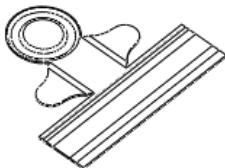
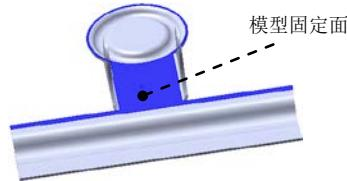

图 8.23 展开 1
图 8.24 模型固定面
Step8. 创建图 8.23 所示的钣金特征——展开 1。
- (1) 选择命令。选择下拉菜单 **插入(I)** → **钣金(B)** → **展开(U)...** 命令 (或单击“钣金”工具栏上的“展开”按钮), 系统弹出“展开”对话框。
- (2) 定义固定面。选取图 8.24 所示的模型表面为固定面。
- (3) 定义展开的折弯特征。在“展开”对话框中单击 **收集所有折弯(A)** 按钮, 系统将模型中所有可展平的折弯特征显示在 **要展开的折弯:** 列表框中。
- (4) 单击 按钮, 完成展开 1 的创建。